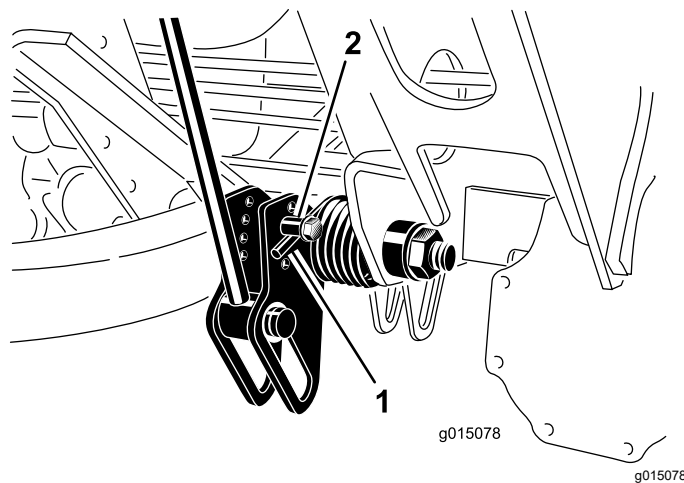

Рисунок 40
2. Наденьте на длинный конец пружины трубу или аналогичный предмет, чтобы снять натяжение пружины во время регулировки (Рисунок 40).
3. Ослабляя натяжение пружины, отверните болт и контргайку крепления пружинного привода к кронштейну (Рисунок 40).